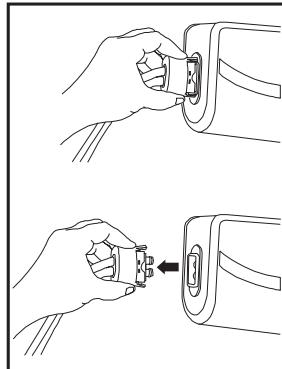

Figura 4 Desconecte las mangueras
2. Desconecte las mangueras del compresor para nivelar el colchón, como se muestra a la derecha (figura 4).